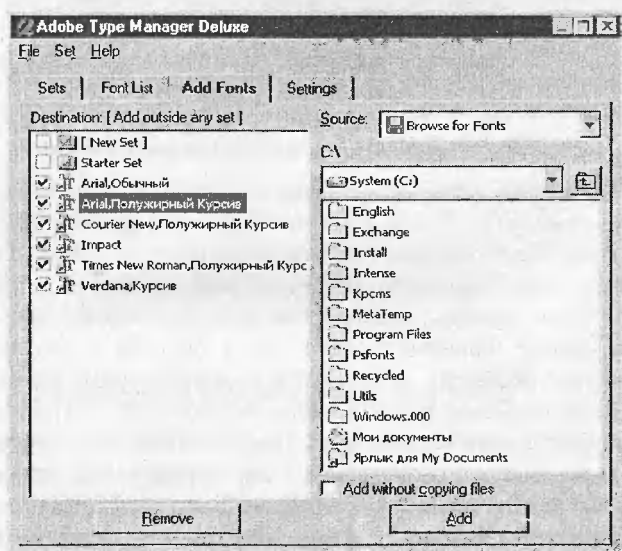

Рис. 1.36. Вкладка **Add Fonts** (Добавление шрифтов) ATM Deluxe
- **Add Fonts (Добавление шрифтов)** – вкладка служит для добавления и удаления шрифтов, а также их организации в наборах. Чтобы добавить шрифт, нужно найти его, выделить и нажать кнопку **Add** (Добавить). С помощью раскрывающегося списка **Source** (Источник) можно выбрать, откуда будет выполнена установка шрифтов. По умолчанию задан режим Проводника, однако в качестве источника шрифтов можно выбрать какой-либо набор или список всех установленных шрифтов (это удобно, если нужно добавить уже установленный шрифт в набор) (см. рис. 1.36);